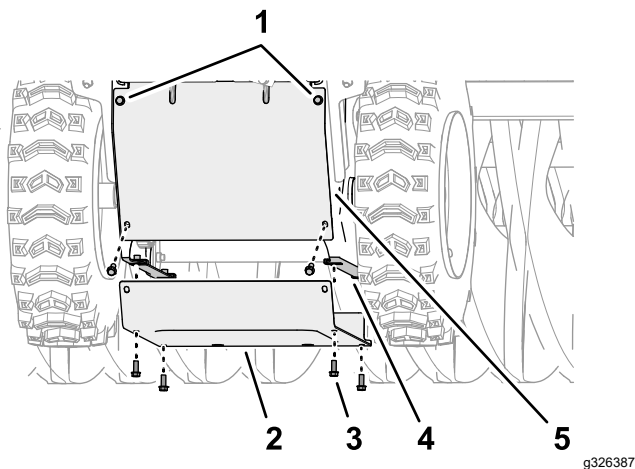

Bild 51
- Richten Sie an der Unterseite der Maschine die Löcher in der unteren Abdeckung mit den Löchern in den Flanschen der linken und rechten Seitenplatten aus (**Bild 51**).
- Befestigen Sie die untere Abdeckung mit den sechs Bundkopfschrauben ($\frac{1}{4}$ " x $\frac{5}{8}$ ") an der Maschine (Bild 51).
- Ziehen Sie die beiden oberen Bundkopfschrauben ($\frac{1}{4}$ " x $\frac{5}{8}$ ") an, mit denen die hintere Abdeckung an der Maschine befestigt ist (Bild 51).